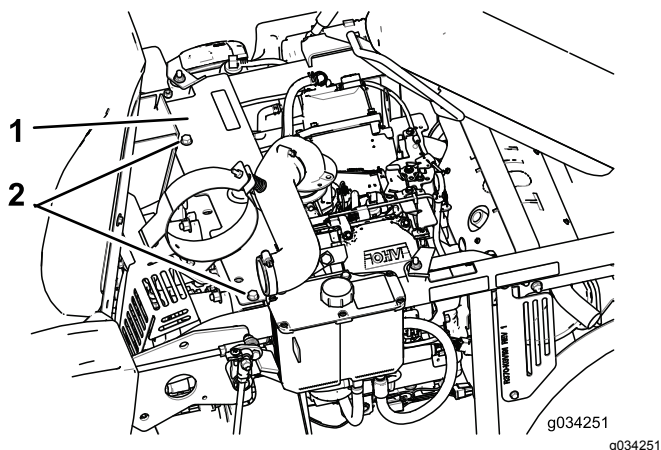

Figura 30
7. Lubrique el brazo tensor de la correa de la bomba (Figura 30).